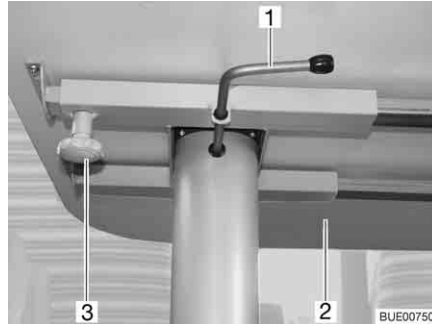

Fig. 80 Tavolo di sollevamento, scorrevole
- Svitare la vite a testa cilindrica zigrinata (Fig. 80,3).
- Spingere il piano del tavolo (Fig. 80,2) nella posizione desiderata.
- Ruotare la leva di serraggio (Fig. 80,1) verso sinistra. Il bloccaggio del meccanismo di sollevamento è aperto.
- Premere il centro del piano del tavolo (Fig. 80,2) verso il basso fino al fine corsa e tenerlo premuto.
- Ruotare la leva di serraggio (Fig. 80,1) verso destra (Fig. 80). Il meccanismo di sollevamento è bloccato.
- Ruotare la leva di serraggio (Fig. 80,1) verso sinistra. Il bloccaggio del meccanismo di sollevamento è aperto. Il piano del tavolo si sposta verso l'alto fino al fine corsa.
- Ruotare la leva di serraggio verso destra (Fig. 80). Il meccanismo di sollevamento è bloccato.